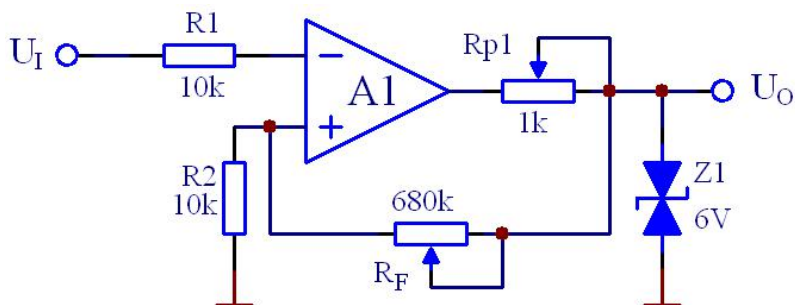

图 10.2 反相滞回比较电路
2. 分析图 10.2 电路，计算：
实验电路如图 10.2 所示, 调节  $R_{P1}$  到最大。